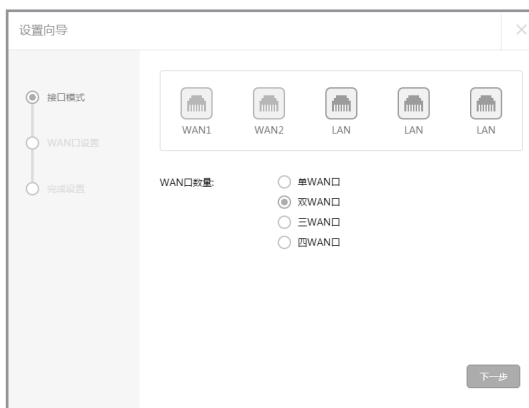

图4-3 快速配置界面
3. 登录后进入快速配置界面，如图4-3所示。您可以根据自身情况选择WAN口数量，选择完成后，点击“下一步”。